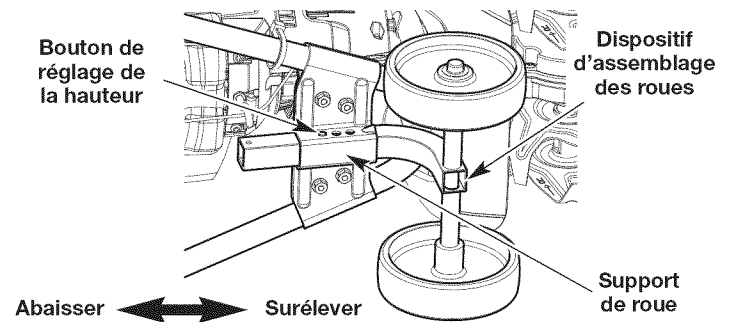

Fig. 1
1. Placer l'appareil sur le côté (Fig. 1).
2. Insérer le dispositif dans le support de roue jusqu'à ce que le bouton du réglage de la hauteur se bloque en place (Fig. 1).
2. Appuyer sur le bouton de réglage de la hauteur vers l'intérieur et déplacer le dispositif jusqu'à ce que le bouton de réglage de la hauteur soit fixé dans le trou désiré (Fig. 1).